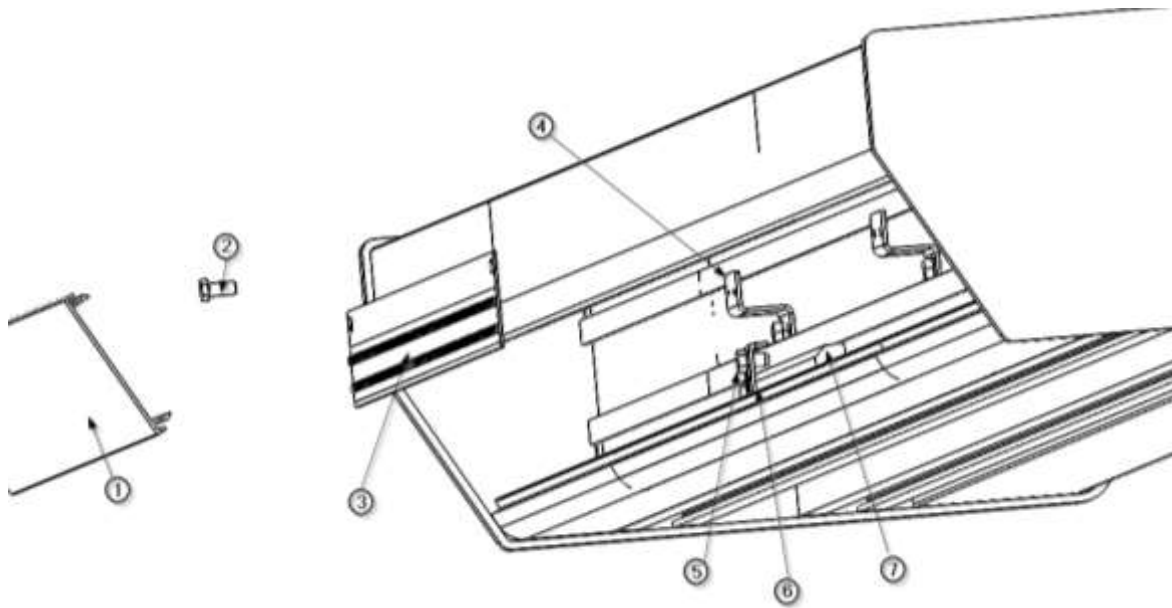

Abb. 6 Austausch der Direktbeleuchtung
- Um die Bremskraft auf die Drehachse zu erhöhen, drehen Sie den Drehbremshebel im Uhrzeigersinn, wie in Abbildung 6 dargestellt.
- Um die Bremskraft auf die Drehachse zu verringern, drehen Sie den Drehbremshebel entgegen dem Uhrzeigersinn, also umgekehrt zu Abbildung 6.
- Um die Bremskraft auf die Translationsachse zu erhöhen, drehen Sie den Drehbremshebel im Uhrzeigersinn, wie in Abbildung 6 dargestellt.
- Um die Bremskraft auf die Verschiebeachse zu verringern, drehen Sie den Drehbremshebel gegen den Uhrzeigersinn, also entgegen der in Abbildung 6 gezeigten Richtung.